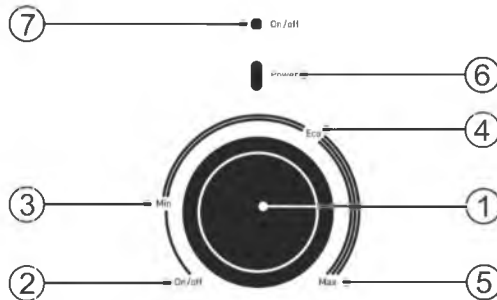

**Рисунок 2. Механическая панель управления**
**Рисунок 2:** 1 – ручка управления водонагревателем со стрелкой индикатором, 2 – зона «On/off» включения/выключения водонагревателя, 3 – зона регулировки температуры «Min», 4 – зона регулировки температуры «Eco», 5 – зона регулировки температуры «Max», 6 – контрольная лампа «Power», 7 – контрольная лампа «On/off».
Включение/выключение ЭВН осуществляется поворотом стрелки индикатора на ручке управления в зону «On/off» (Рис. 2, п.2). В процессе эксплуатации ЭВН потребитель может регулировать температуру нагрева поворотом стрелки индикатора на ручке управления в зоны «Min», «Eco», «Max» (Рис. 2, п.3, п.4, п.5) на панели управления, устанавливающие различную температуру нагрева («Min»- минимальная температура, «Eco» - наиболее оптимальная температурой нагрева, препятствующая образованию бактерий и накипи, обеспечивающая заявленный срок службы водонагревателя и ТЭНа, «Max» - максимальная температура) при переводе в них стрелки индикатора расположенной на ручке управления.
Контрольная лампа «Power» (Рис. 2, п.7) светится при включении ЭВН. Контрольная лампа «On/off» (Рис. 2, п.6) светится при нагревании воды и гаснет при достижении установленной температуры.